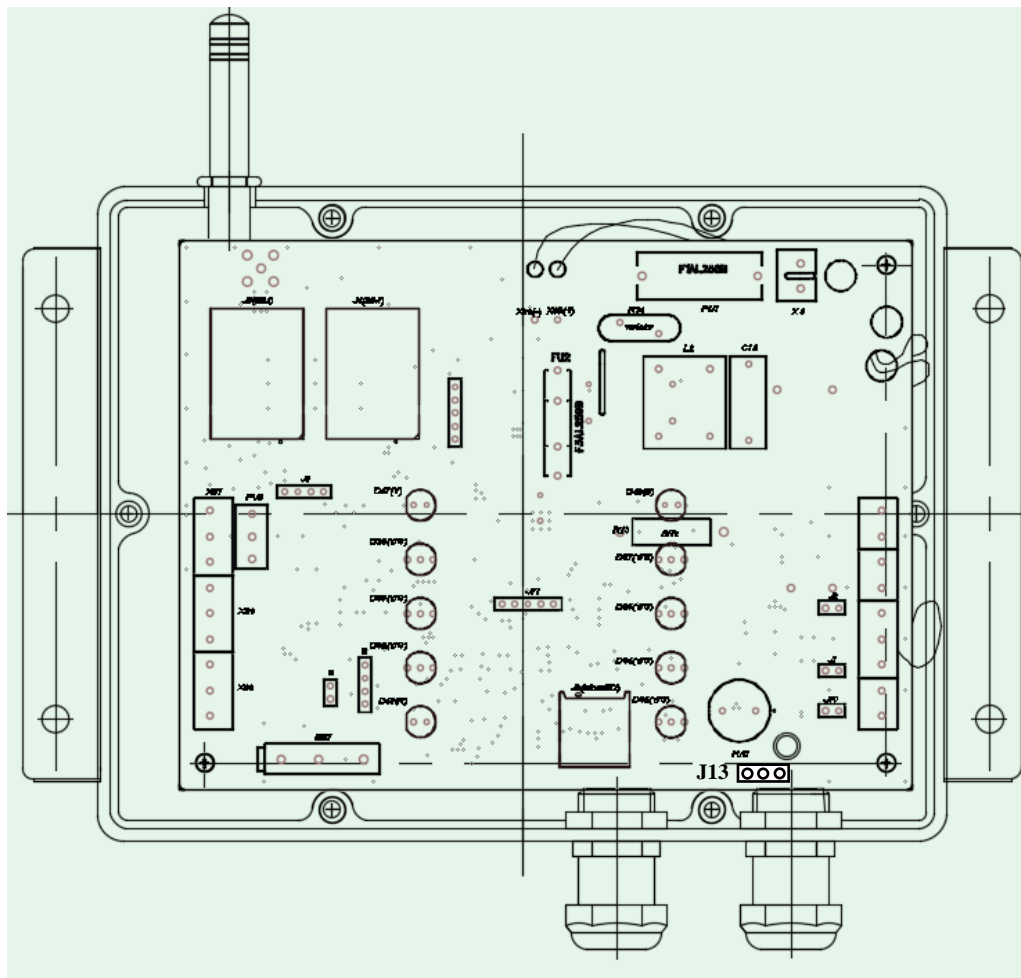

Рисунок 1 – Внешний вид УОО со снятой крышкой с указанием расположения и обозначения разъёмов и перемычек на плате
1.5.6 При закрытии крышки происходит замыкание контакта тампера «SB1» (см. рисунок 1), расположенного на плате, который служит при работе УОО датчиком несанкционированного открытия крышки. При замыкании и размыкании контакта переключателя «SB1» в работающем УОО происходит отправка на ПЦН соответствующих сообщений – о закрытии и открытии крышки УОО.
1.5.13 Для включения режима использования двух SIM карт необходимо при помощи перемычки замкнуть средний и крайний слева контакты в держателе (расположен на плате справа внизу, см. рис.1), а для использования одной SIM карты (в слоте SIM 1) – замкнуть средний и крайний справа контакты держателя «J13».
2.2.2.7 Подготовить место для установки УД с учётом длины проводников УД, которой должно быть достаточно для подключения УД к контактам клеммной колодки «XS2» платы УОО (см. рис.1) после ввода проводников УД в корпус УОО через кабельный ввод сигнальный.
2.2.2.13 Установить согласно 1.5.13 перемычку на контакты держателя «J13» для выбора количества используемых SIM карт. Установить SIM-карту SIM1 (основной канал связи) в держатель SIM-карты «J5» (расположен на плате слева вверху, см. рисунок 1) и, при использовании второй SIM карты, установить SIM-карту SIM2 (резервный канал связи) в держатель SIM-карты «J4», установить карту памяти в держатель «J8» (MicroSD).
2.2.2.14 Изъять предохранитель из держателя предохранителя FU2 (см. рис.1). При помощи смонтированных на плате УОО проводников подключить, соблюдая полярность, АКБ (не входит в комплект поставки УОО, см. 1.3.1) к контактам платы «XS5» (подключить к плюсовой клемме АКБ) и «XS6» (подключить к минусовой клемме АКБ).